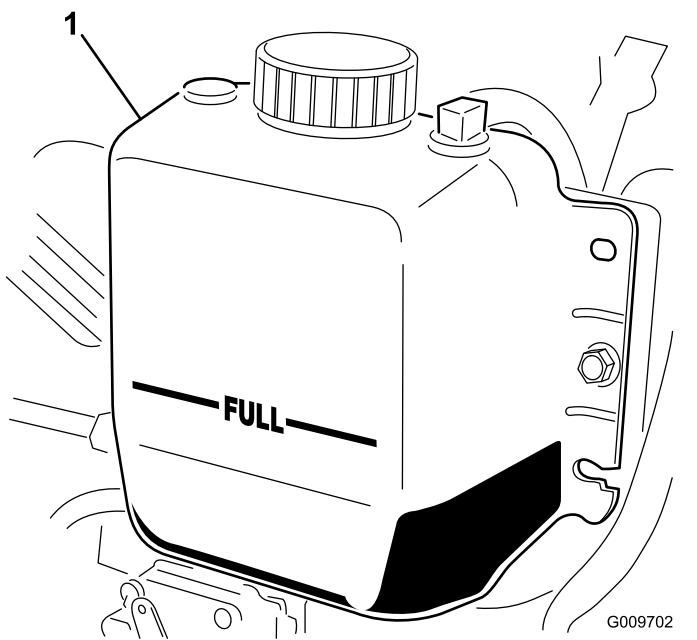

Figura 61
2. Verifique o nível do líquido de arrefecimento do radiador. O radiador deverá encontrar-se cheio de líquido até ao cimo do tubo de enchimento e o nível do líquido no depósito de expansão deverá atingir a marca FULL (cheio) (Figura 61).